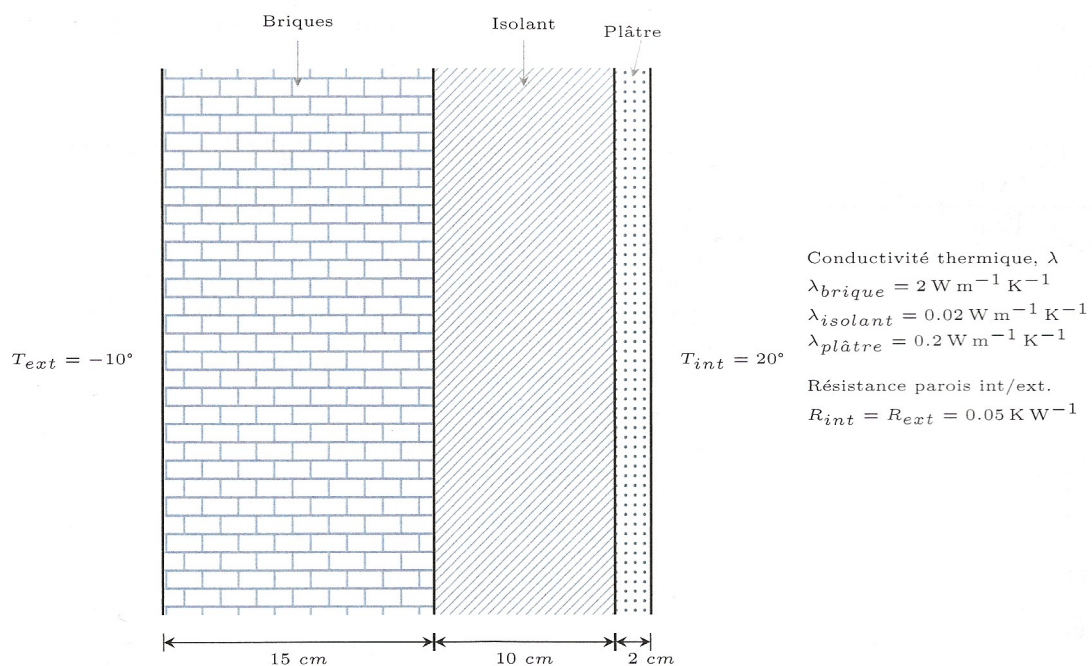

FIG. 6 : Paroi d'isolement
69. Quelle est le flux thermique au travers de la paroi de la figure 6 en cas de régime permanent ?